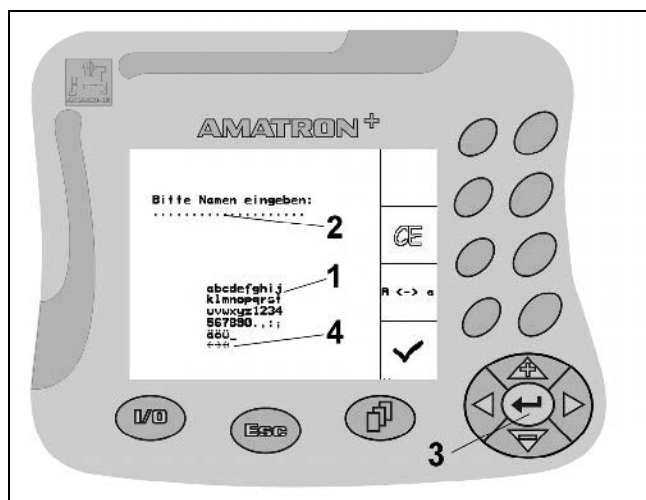

Fig. 13
Hvis det trengs inntasting av bokstaver eller tall på **AMATRON⁺**, vises inntastingsmenyen (Fig. 13).
I nedre del av displayet vises et valgfelt (Fig. 13/1) med bokstaver, tall og piler som brukes til å bygge opp inntastingslinjen (Fig. 13/2) (tekst eller siffer).
Valg av bokstaver eller sifre i valgfeltet (Fig. 13/3).
-  Ta i bruk utvalget (Fig. 13/3).
Pilene $\leftarrow \rightarrow$ i valgfeltet (Fig. 13/4) gjør det mulig å flytte rundt i tekstlinjen.
Pilen i valgfeltet (Fig. 13/4) sletter siste inntasting.